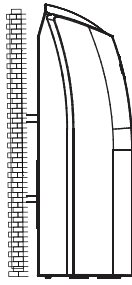

Рис. 5-13
- Установите кронштейн для навешивания на болт для подвески (см. рис. 5-12). Подготовьте монтажные болты для устройства (см. рис. 5-13).